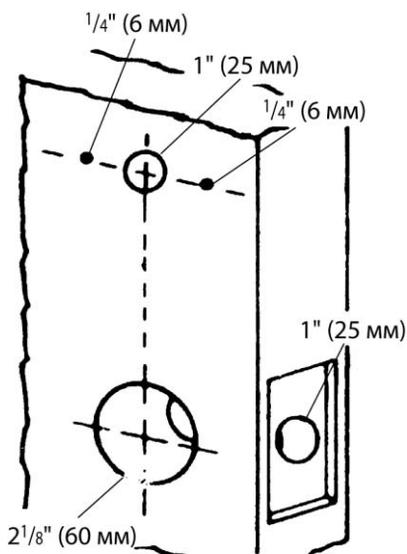

Рис. 8.4. Просверливание отверстий в двери (С разрешения компании Simplex Access Controls Corp.)
- С помощью пилы с направляющим сверлом прорезать отверстие диаметром 2 1/8 дюйма (54 мм) и два отверстия диаметром 1 дюйм (25 мм). Для сверления отверстий диаметром 1/4 дюйма (6 мм) подойдут стандартные сверла (рис. 8.4).